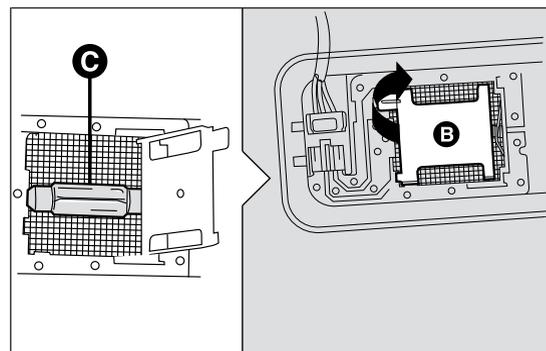

fig. 159
- aprire la copertura B fig. 159 come indicato;
- sostituire la lampada C fig. 159 svincolandola dai contatti laterali, inserire la nuova lampada accertandosi che la stessa risulti correttamente bloccata tra i contatti stessi;
- richiudere la copertura B fig. 159 e fissare la plafoniera nella propria sede accertandosi dell'avvenuto bloccaggio;